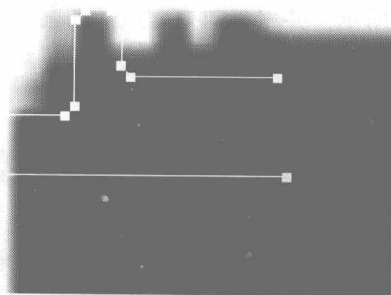
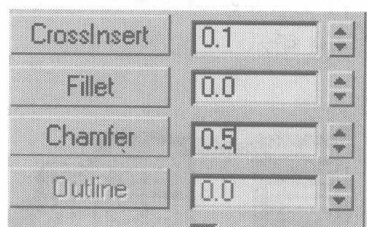

图 6.486
图 6.487
- 85** 进入 Modify 控制面板, 切换为节点编辑, 为曲线的节点适当添加一些倒角, 效果如图 6.486 所示, 倒角参数如图 6.487 所示。